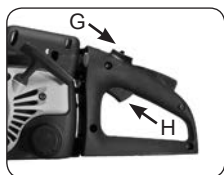

Fig. 9E
4. Accélérer: appuyez et maintenez appuyé le bouton (G), pressez la gâchette d'accélération (H), relâchez la gâchette et ensuite le bouton (Fig. 9E).